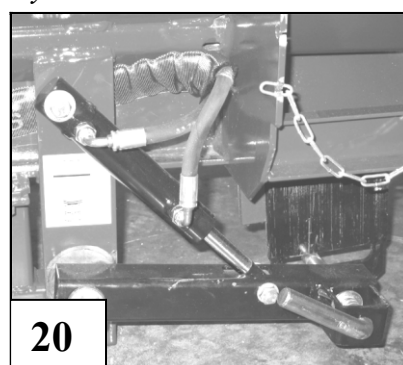

Bild 20. Hydraulisk justering av klyvbettet
- Klyvbettet kan även justeras med spaken på det hydrauliska kapbordet. Bild 20.